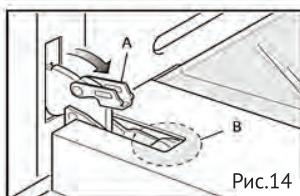

Рис.14
- Потяните на себя фиксатор «A» (рис. 14)
- Плавно закройте дверцу, до легкого упора в фиксаторы. Убедитесь, что фиксатор находится в области «B» (рис. 14 -15).
- Полнотью откроите дверцу (рис. 14)